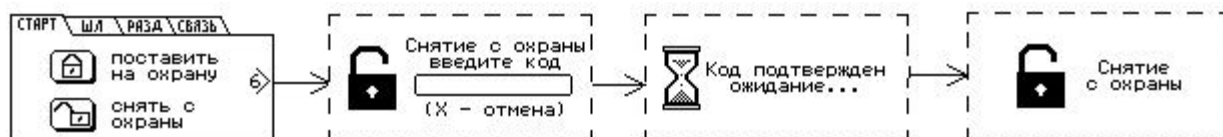

Рис.6.12 Процесс снятия с охраны
- 3 После проверки кода пользователя с кодами, занесёнными в память прибора, раздел прибора снимается с охраны (рисунок 6.12).